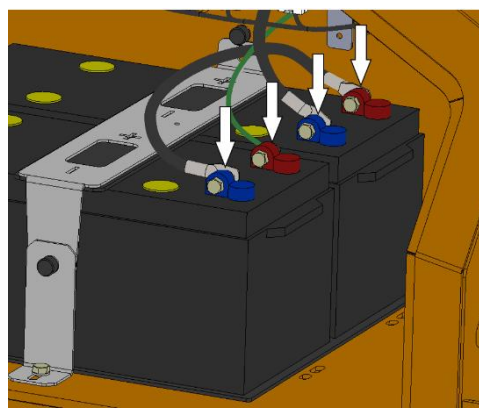

Рисунок 5.67. Клеммы и полюсные вы-
- Снять присоединительные клеммы с полюсных выводов аккумулятора рис. 5.67.
- ▶ Снять присоединительные клеммы с полюсных выводов аккумулятора рис. 5.67.